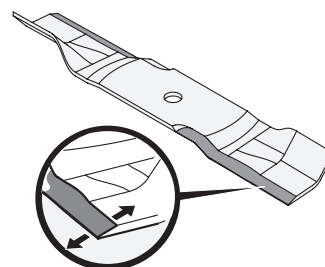

Fig. 46
- Para afilar las cuchillas de corte de forma adecuada, extraiga cantidades iguales de metal de ambos extremos de las cuchillas a lo largo de los bordes cortantes, de forma paralela al borde de caída, a un ángulo de 25° a 30°. Afíle siempre cada borde de las cuchillas de corte de forma pareja para mantener un centrado adecuado entre las mismas (Fig. 46).